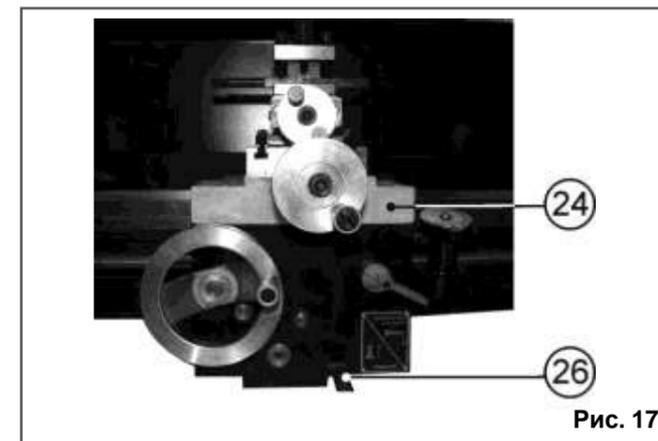

Рис. 17
10.4. Точение с автоматической подачей (Рис. 17, 18)
10.4.3. Переключением рычага (26) включения автоматической подачи в верхнее положение приводится в действие автоматическое перемещение каретки (24), Рис. 17.